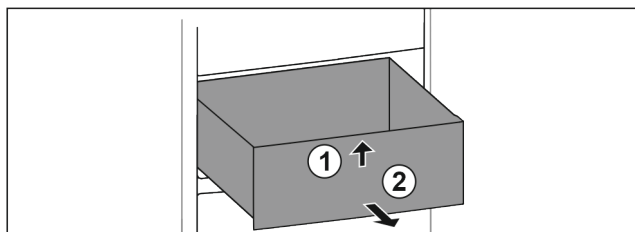

Fig. 121
- Schubfach vorne anheben. Fig. 121 (1)
- Schubfach nach vorne entnehmen. Fig. 121 (2)